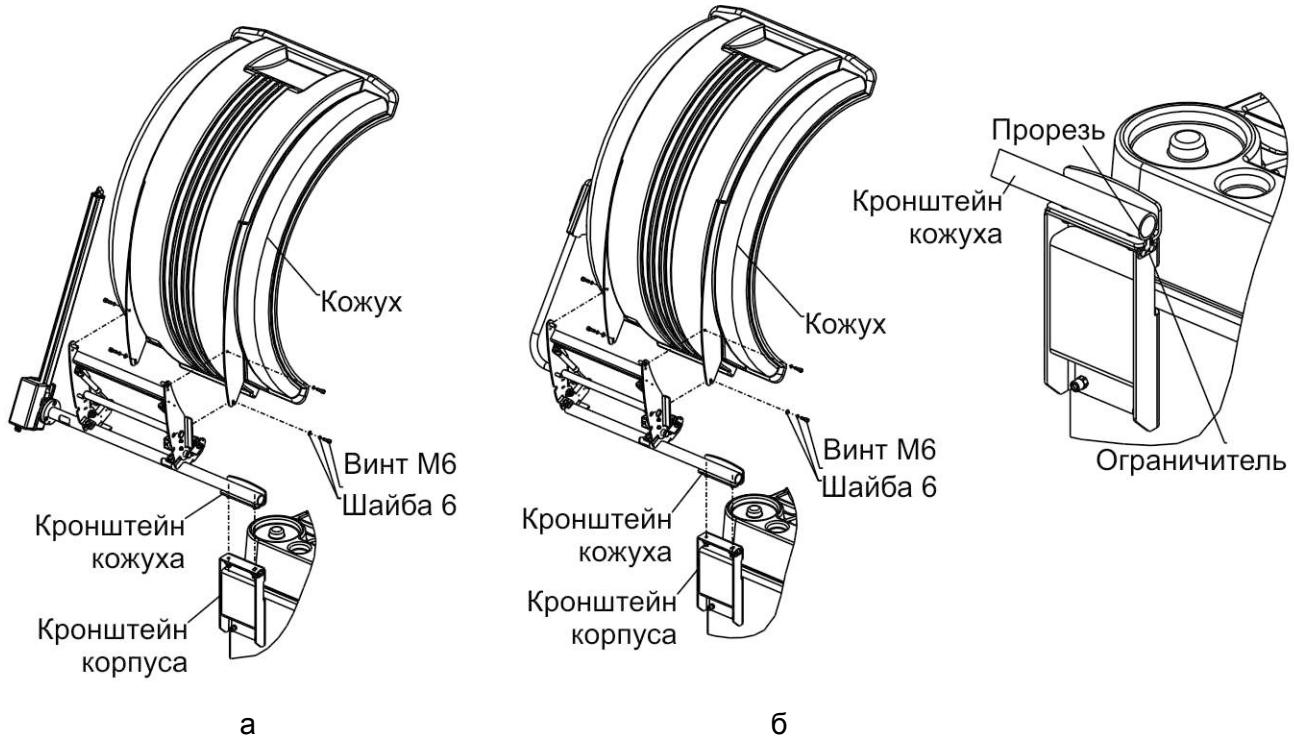

Рисунок 4.4
4.2.4 Кронштейн кожуха (со второй линейкой или без - в зависимости от комплектации станка, рисунок 4.4 а или 4.4 б) установить на кронштейн корпуса и зафиксировать гайками M8 с шайбами. При этом ограничитель необходимо совместить с прорезью, в кронштейне кожуха.